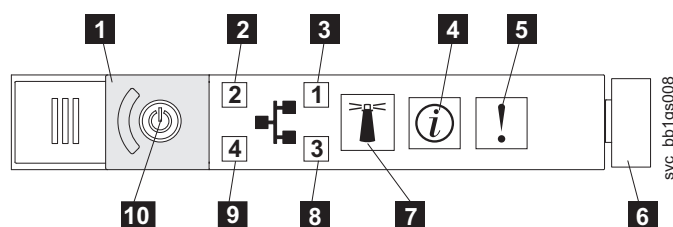

図 92. SAN ボリューム・コントローラー 2145-CG8 または 2145-CF8 オペレーター情報パネル
1. SAN ボリューム・コントローラー 2145-CF8 オペレーター情報パネル 上のエラー LED (図 92 を参照) が点灯または明滅していますか?